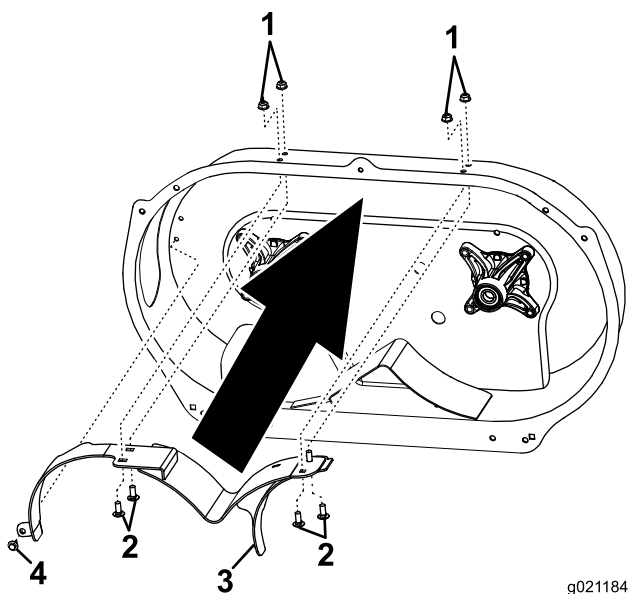

Figura 2
8. Montate il gruppo deflettore per mulching come illustrato in Figura 2.